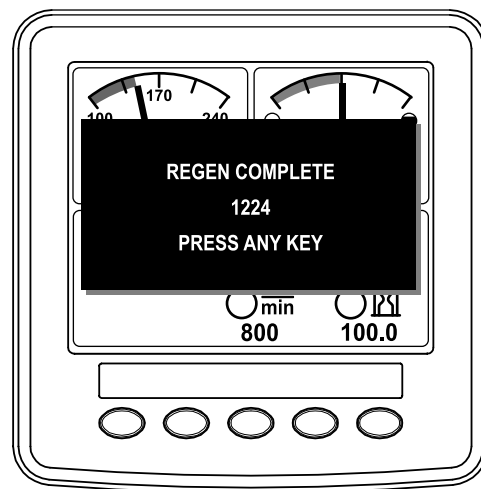

Bild 62
11. Wenn der Motorcomputer eine geparkte Regenerierung oder eine Wiederherstellung-Regenerierung abschließt, wird im InfoCenter ADVISORY #1224 (Bild 62) angezeigt. Drücken Sie eine beliebige Taste, um den Homebildschirm anzuzeigen.